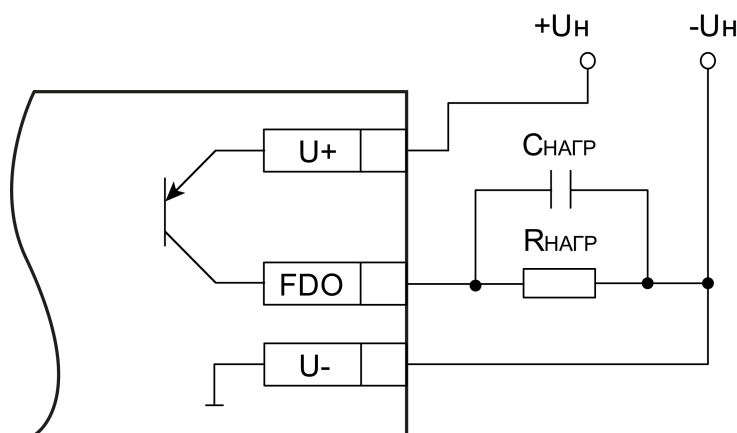

Рисунок 5.15 – Схема подключения нагрузки в режиме включения «верхний ключ»
- верхний ключ (рисунок 5.15) – для коммутации нагрузки с меньшей емкостью и большим током;